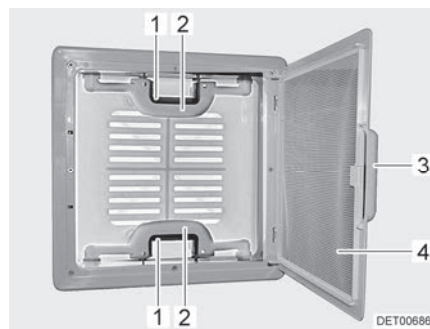

Fig. 50 Lanterne à pousoirs
- Tirer sur la poignée (Fig. 50,3).
- Rabattre la moustiquaire (Fig. 50,4) vers le bas.
- Appuyer sur le verrou (Fig. 50,1) vers l'intérieur du lanterneau. Pousser le lanterneau simultanément vers le haut par la poignée (Fig. 50,2).
- Faire basculer la moustiquaire (Fig. 50,4) vers le haut jusqu'à ce qu'elle s'enclenche.
- Tirer fortement le lanterneau vers le bas par les deux poignées (Fig. 50,2) jusqu'à ce que les deux pousoirs (Fig. 50,1) s'encliquettent.